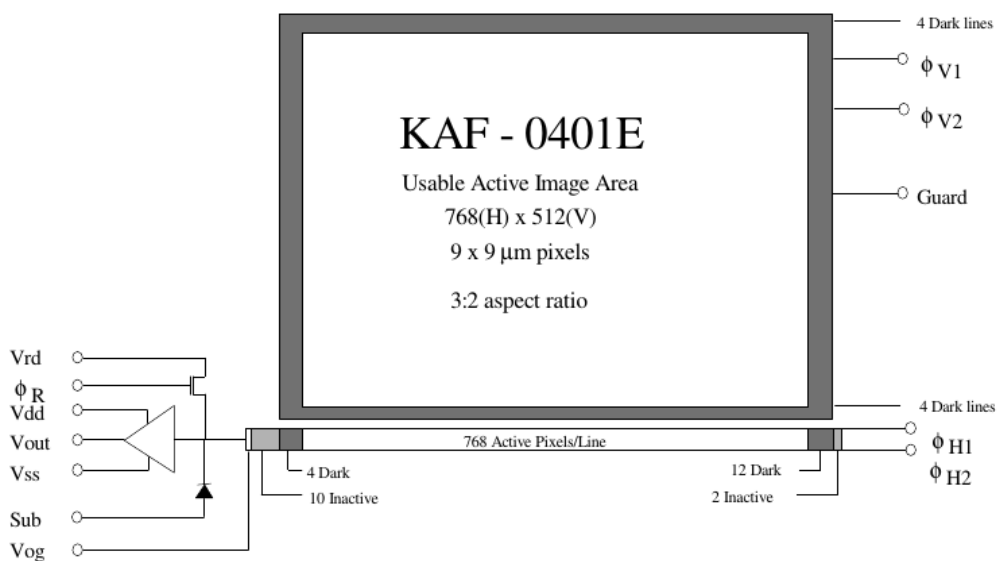

Figure 1 - Schéma du capteur CCD (cf. *datasheet* du CCD)
- 2) En vous aidant du schéma du capteur CCD Kodak AF400 (Figure 1), associer les variables ci-dessous aux différentes parties du capteur.